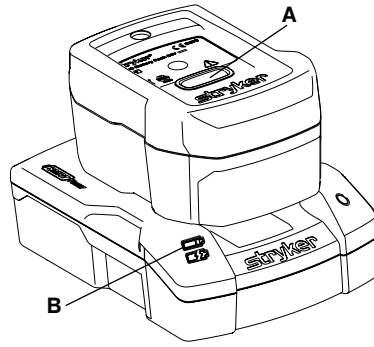

Figura 26 – Carga del SMRT Pak
Para cargar el **SMRT Pak** (Figura 26):
- El indicador LED del cargador **SMRT** (B) parpadea en verde mientras está cargando (Figura 26). El tiempo óptimo de carga es de dos horas.
- Cuando el **SMRT Pak** está cargado y listo para su uso, el indicador LED del cargador **SMRT** (B) pasa a iluminarse en color verde fijo.
2. Presione el botón de liberación rojo (A) (Figura 26) y deslice el **SMRT Pak** para extraer el **SMRT Pak** cargado y listo del cargador **SMRT**.